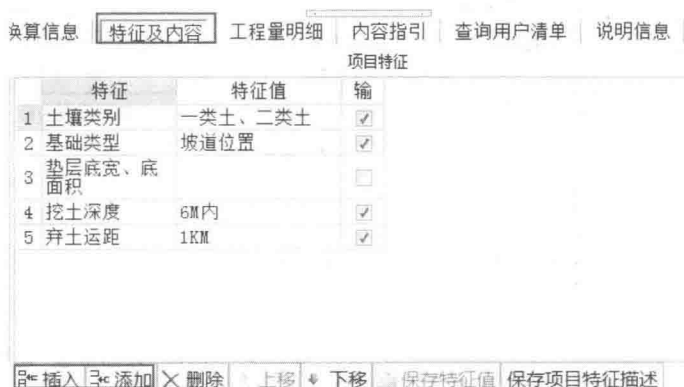

图 2.13 完善项目特征
②选择清单项,在“特征及内容”界面可以进行添加或修改来完善项目特征,如图 2.13 所示。